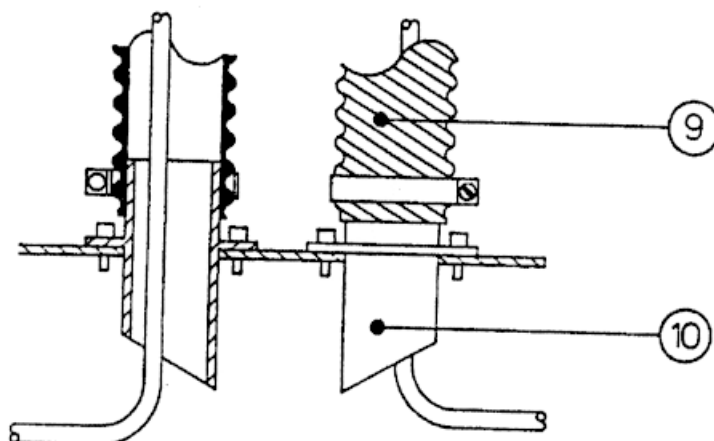

рис. 4.2.4 – Вентиляционные отверстия коробки мультиклапана
Для того, чтобы открыть коробку, необходимо повернуть крышку (5) против часовой стрелки на $\frac{1}{4}$ оборота. Уплотнение между корпусом коробки (1) и крышкой (5) обеспечивается второй прокладкой (6). В корпусе коробки имеются два канала (4), в которые вставляются сопла (9) для ее внутренней вентиляции (рис. 4.2.4).
В багажном отделении автомобиля должны быть проделаны два вентиляционных отверстия (10) с соплами, направленными, как показано на рис. 4.2.4, для внутренней вентиляции коробки.